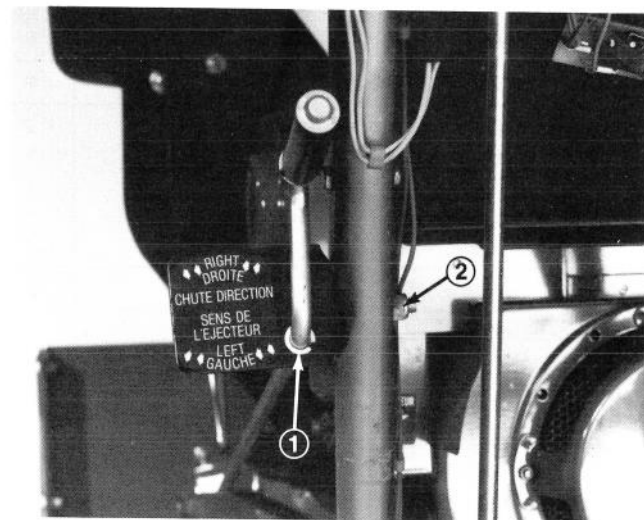
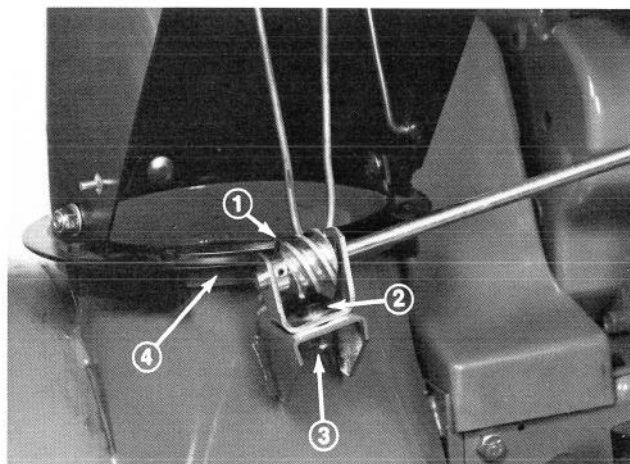

Fig. 3
Fig. 4
4. Monter udkastningsrørets kontrolhåndtag og stang mod håndtagets venstre side med skrue og møtrik (Fig. 3), men stram ikke møtrikken.
5. Smør snekehjulet med kuglelejeret nr. 2 (Fig. 4). Snekehjul og gear skal derefter monteres på oversiden af monteringsbeslaget med bolt med firkantet hals, pyramidalskive og låsemøtrik (Fig. 4). Spænd ikke møtrikken.
6. Pres snekkegearet fast mod tænderne i tandkransen og spænd møtrikken (Fig. 4). Spænd også møtrikken som holder udkastningsrørets monteringsbeslag fast mod håndtaget (Fig. 3). Afprøv opstillingen ved at dreje udkastningsrøret med kontrolhåndtaget. Gentag hvis nødvendigt.